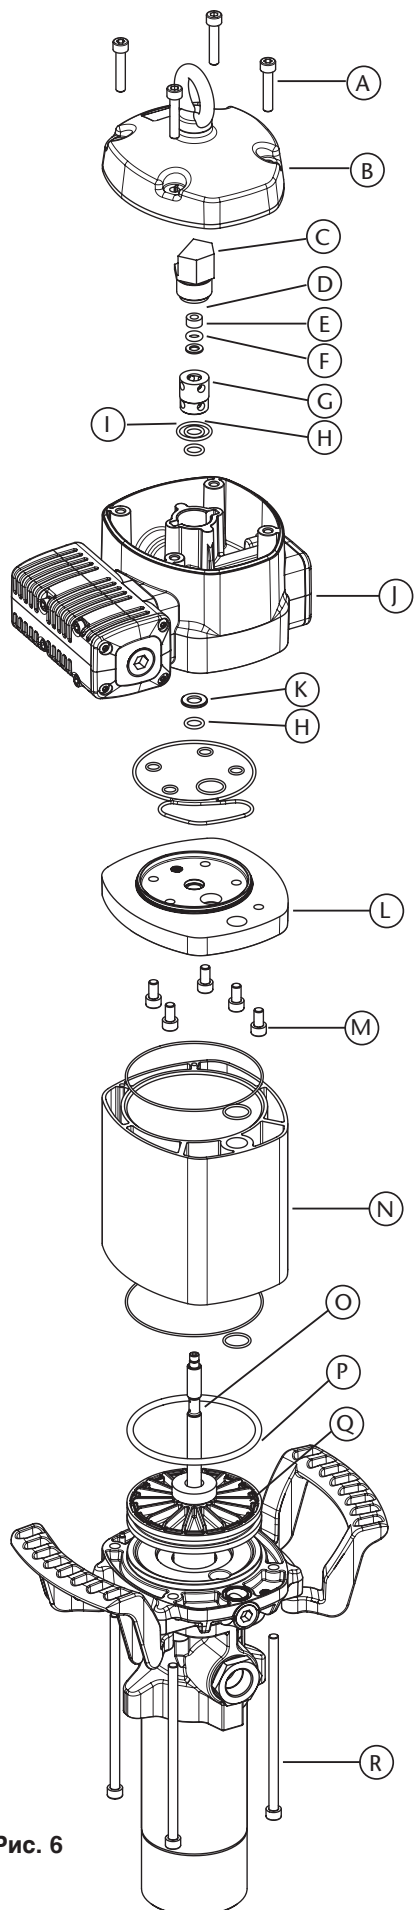

Рис. 6
### УПЛОТНЕНИЯ ПНЕВМАТИЧЕСКОГО ДВИГАТЕЛЯ (РИС. 6)
3. Зажав щипцами гайку (D), вытянуть шток (O) так, чтобы вышла наружу его центральная расточенная часть (рис. 6а). Затем, другими щипцами зажать шток (O) в области расточки для предотвращения повреждения поверхности уплотнения и отвинтить гайку (D) (рис. 6б).
4. Снять уплотнительное кольцо (E) и кольцо (F). При сборке заменить их на новые.
5. Отвинтить винты (R). Снять корпус двигателя (J) с фланцем (L).
6. Снять кольцо (G) и заменить на нем уплотнения (H) и (I).
7. Отвинтить винты (M) и отсоединить мотор (J) от фланца (L). Снять шайбу (K) и заменить уплотнение (H).
8. Аккуратно удерживая пневматический поршень (Q), снять цилиндр (N). Заменить уплотнение поршня (P).
9. Выполнить сборку деталей в обратном порядке. При сборке нанести на винты (M), гайку (D) и гильзу датчика (C) закрепитель резьбы.
Рис. 6а
Рис. 6б